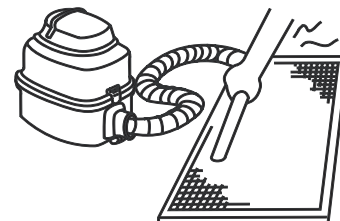

Figura 13.3
- Si usa una aspiradora, el lado de admisión de aire debe estar hacia arriba. (Consulte la Figura 13.3)